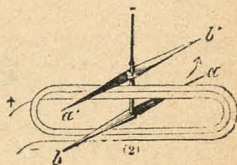

Fig. 217.—Agujas astáticas.
5. **Agujas astáticas.** — Se llaman *agujas astáticas* el conjunto de dos agujas imantadas é idénticas, fijas en el mismo eje, de modo que sus polos de nombre contrario se corresponden (fig. 217). Si las agujas son perfectamente idénticas, el sistema es absolutamente astático, es decir, que la tierra no ejerce acción alguna sobre él; no se lo podría emplear. Existe siempre alguna pequeña diferencia de imantación entre las agujas: es esta diferencia que el multiplicador debe vencer para orientar el sistema.